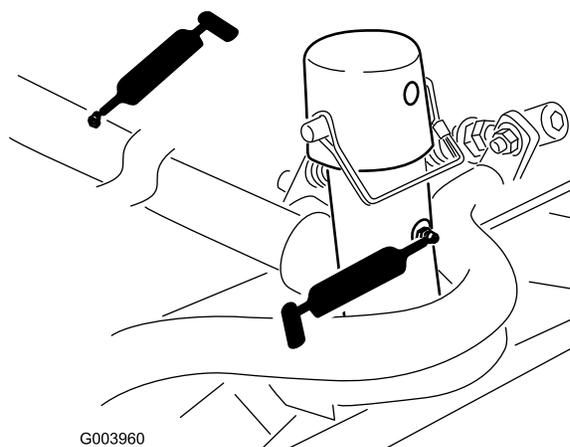

Рисунок 66
- Несущая рама и ось поворота режущего блока (по 2 шт.) (Рисунок 66)